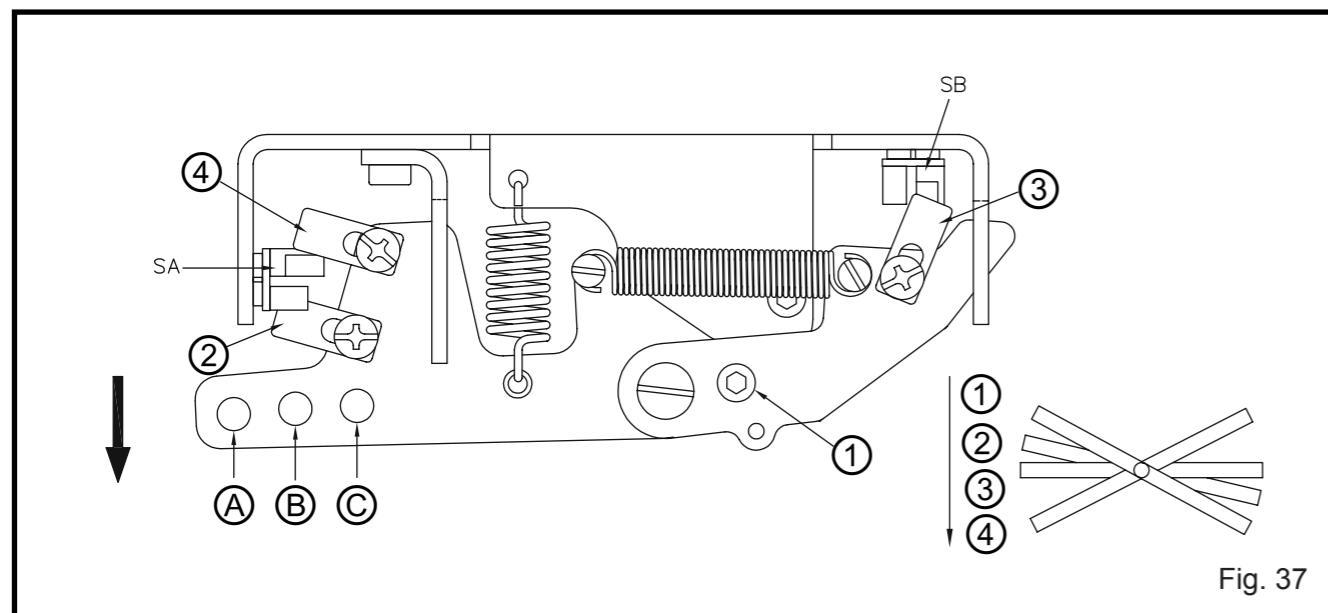

Fig. 37
2. Monte ou desmonte o parafuso de fixação ①. (Fig. 37)